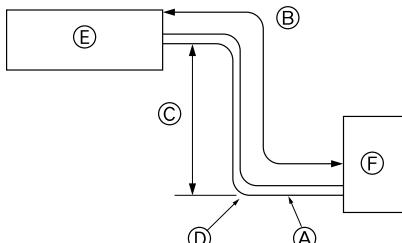

Fig. 2-1
① Соединительная труба..... ×1
2.1. Трубы хладагента (Fig. 2-1)